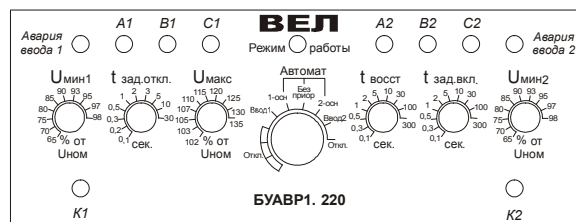

Рис. 2 Расположение органов управления и индикации БУАВР1
- 4.3. Расположения органов управления и индикации БУАВР1 приведены на рис. 2.
4.6. Переключение режимов работы производится с помощью 10-позиционного переключателя, находящегося на передней панели, рис.2. Для удобства контроля режимов работы БУАВР1 при запуске и эксплуатации, предусмотрена светодиодная индикация режимов работы с помощью многоцветного светодиода «Режим работы», рис.2. Описание режимов работы БУАВР1 и соответствие индикации приведены в таблице 1.